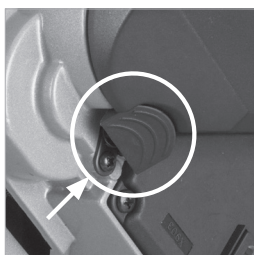

Fig. 40
- Appuyez sur le bouton noir de blocage de mandrin pour bloquer le mandrin (**Fig. 40**)